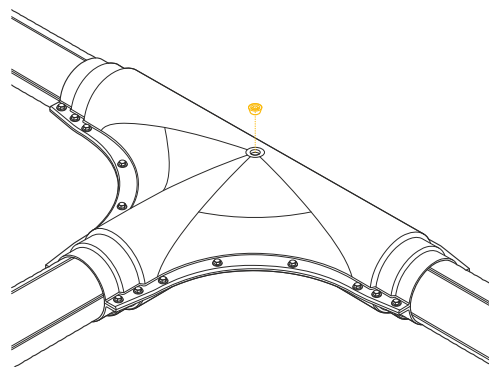

Рис. 4.7.8
8. После завершения процесса пенообразования закрутить герметизирующую пробку (рис. 4.7.8).